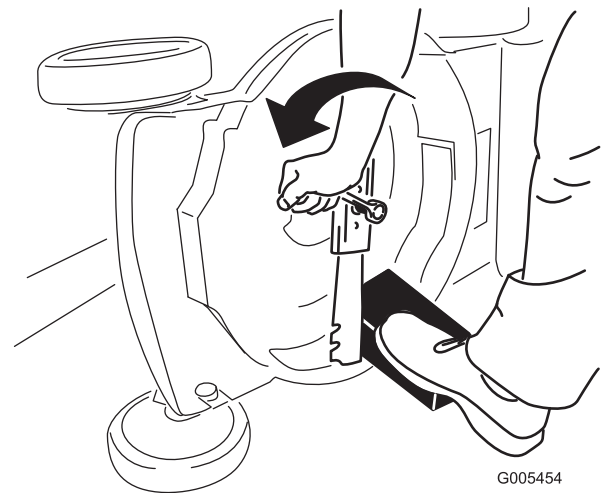

Figura 29
4. Retire la cuchilla, conservando todos los herrajes de montaje (Figura 29).